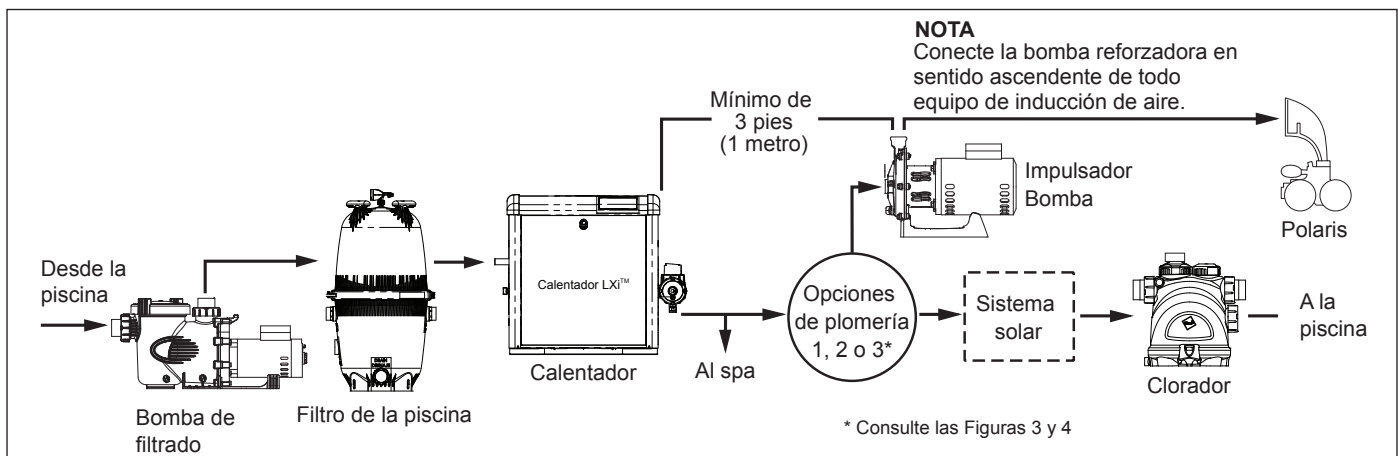

Figura 2. Disposición típica del equipo
Para garantizar el funcionamiento correcto de la bomba y el limpiador, consulte la Figura 2 y observe las siguientes pautas para equipos específicos.
- Si hay un calentador instalado en el sistema, conecte la entrada de la bomba reforzadora en la línea de retorno en sentido descendente y por lo menos a tres (3) pies (1 metro) de la descarga del calentador. Véase Figura 2. No conecte la entrada de la bomba reforzadora en la sección de tres pies (1 metro) del tubo del disipador térmico que sale directamente del calentador.